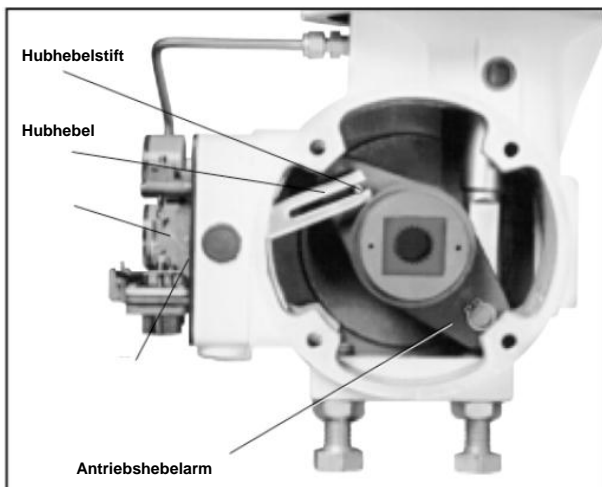

Abbildung 5: Stellungsregler der Baureihe XL - Installation an Valtek Drehantrieb
5. Wenn der Hubhebelstift vorhanden ist, muss er in das Loch im Antriebshebelarm eingeführt und mit einem Hammer festgeklopft werden. (Siehe Abb. 5.)
6. Schmierfett auf die Gleitflächen des Hubhebels geben bevor der Stellungsregler an das Verteilergetriebe angebaut wird. Beim Anbringen des Stellungsreglers an das Verteilergetriebe darauf achten, dass der Hubhebel so geführt wird dass der Stift in die Bohrung im Hubhebel rutscht. (Siehe Abbildung 5) Stellungsregler mit den drei Montageschrauben am Verteilergetriebe befestigen. An der Nocke drücken, um zu überprüfen, ob der Stift sich im Hubhebelschlitz frei bewegt oder für eine Sichtprüfung die Abdeckung des Verteilergetriebes entfernen.